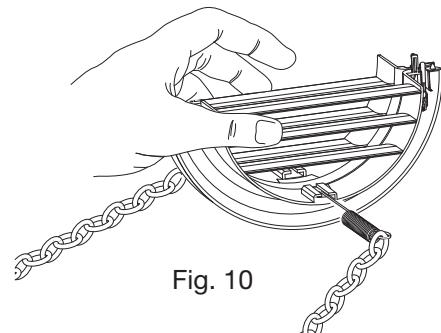

Fig. 10
- Doble las rejillas exteriores hacia atrás, sujetándolas con tu mano libre donde se pliegan e inserta tus dedos dentro de las aletas individuales. (Fig. 10)